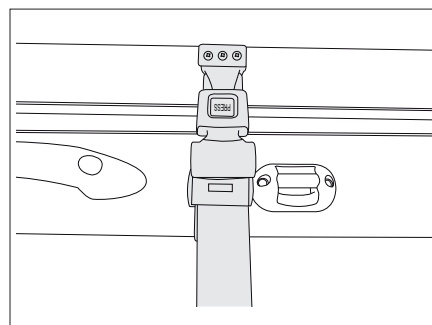

Fig. 118 Cinturón de retención de cama elevada manual
- Asegurar la cama elevada con el cinturón de retención al techo (Fig. 118).